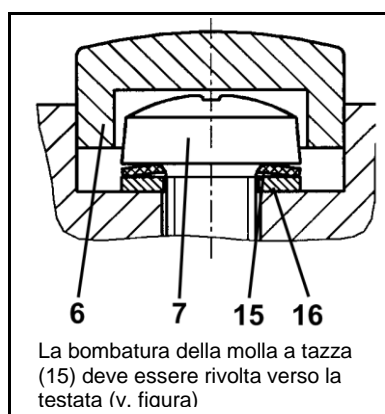

Fig. 11: orientamento della molla a tazza
2. Allentare i due coprivite (6) su una testata con un cacciavite piccolo, quindi allentare le viti (7).
3. Separare la testata (4) dalla piastra intermedia (1).
4. Rimuovere le valvole/gli o-ring (2) dalla piastra intermedia (1).
5. Verificare che le sedi valvola, la piastra intermedia (1) e la testata (4) siano pulite; in caso di aplanarità o graffi, sostituire questi componenti.
6. Inserire le nuove valvole/i nuovi o-ring (2) nelle apposite sedi sulla piastra intermedia (1); le valvole/gli o-ring per il lato mandata e aspirazione sono identici e così pure il lato superiore e inferiore delle valvole/degli o-ring.
7. Accertarsi che le valvole/gli o-ring (2) non siano eccessivamente serrati muovendoli leggermente in orizzontale.
8. Posizionare la testata (4) sul segno M a matita fatto in precedenza sulla piastra intermedia (1).
9. Verificare che la testata (4) sia centrata muovendola leggermente di lato.
10. Unire tra loro la testata (4) e la piastra intermedia (1): serrare entrambe le viti (7) (coppia di serraggio: 70 Ncm).
- i** Per il corretto posizionamento della molla a tazza (15) e della rondella (16) e l'orientamento della molla a tazza v. fig. 11.
11. Montare i coprivite (6).